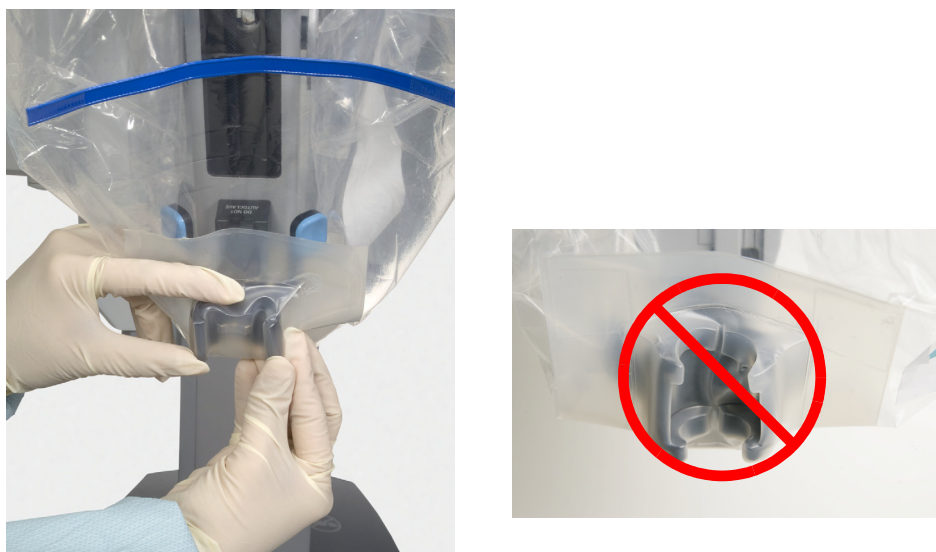

Figura 6.18 Aloje o molde do suporte da cânula
7. Aloje o molde do suporte da cânula. Certifique-se de que o molde encaixa, com um clique, por cima do suporte da cânula (ver Figura 6.18 abaixo e Figura 6.12 na página 6-9).